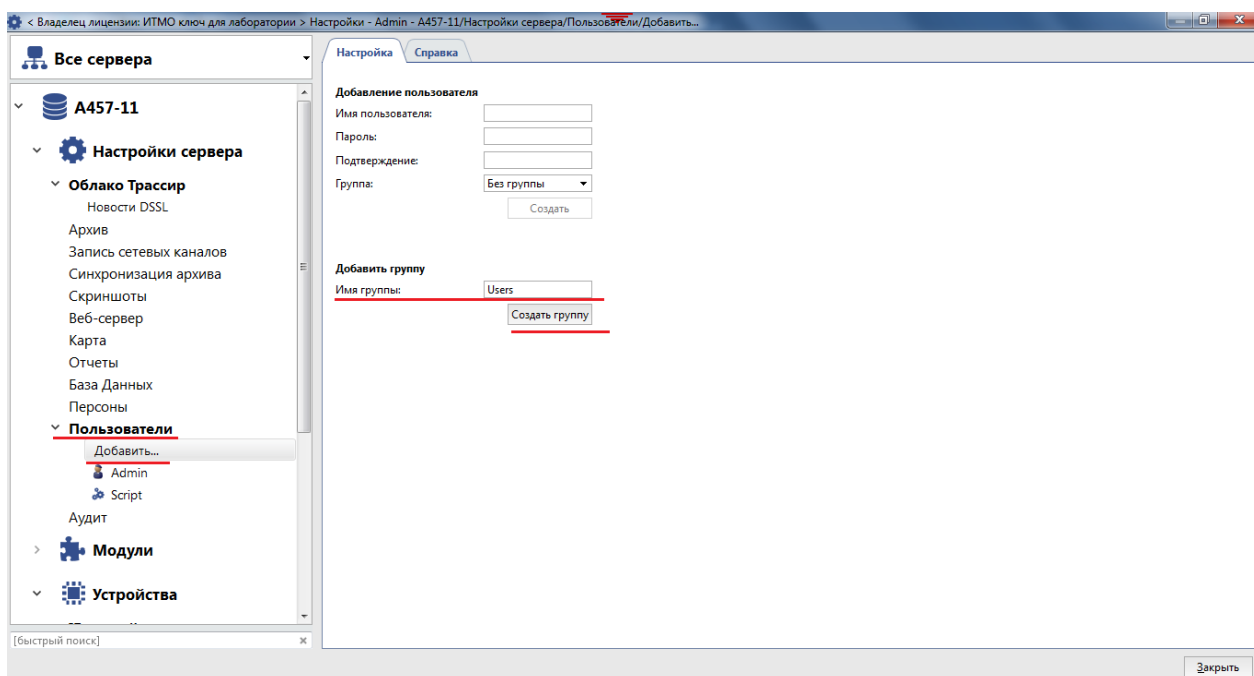

Рисунок 1.13 – Процесс создания группы пользователей
- i. Процедура администрирования предполагает создание групповых правил доступа пользователям ПО. Для этого через меню *Настройки сервера* необходимо прежде всего создать требуемое количество групп и присвоить им интуитивно понятные имена. (рис.1.13).